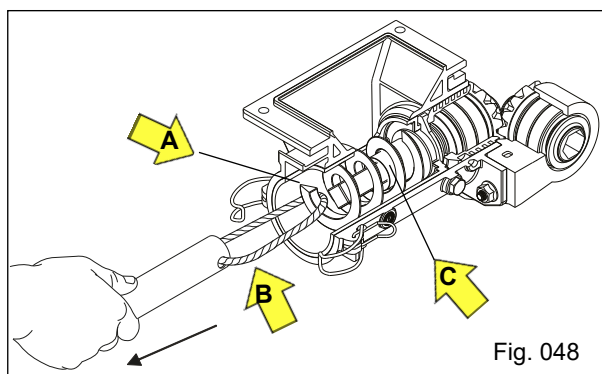

Fig. 048
b) Puxe o cordão do tubo fixador "B" e retire a rosca sem fim "A", retire também o anel trava "C" (Fig. 048).